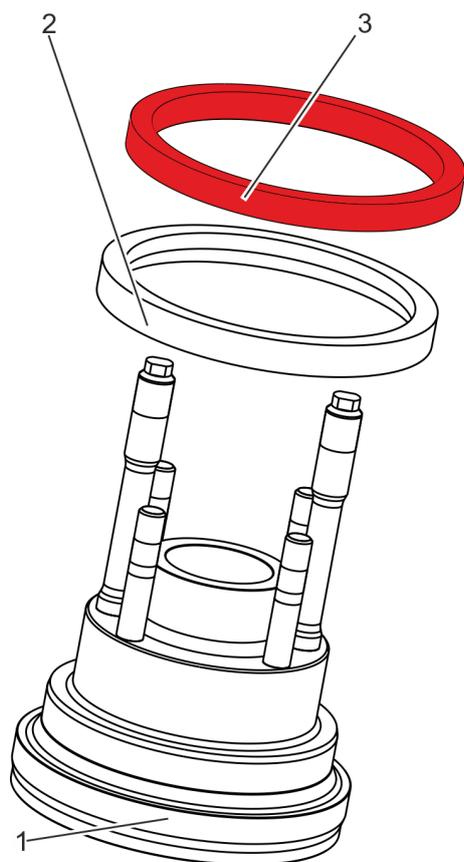

Fig. 30: Retrait de la bague d'étanchéité et de la bague d'appui
11. ➤ Retirer par le haut la bague d'appui (Fig. 30/3) du couvercle de fermeture (Fig. 30/1).
12. ➤ Retirer par le haut la bague d'étanchéité (Fig. 30/2) du couvercle de fermeture (Fig. 30/1).